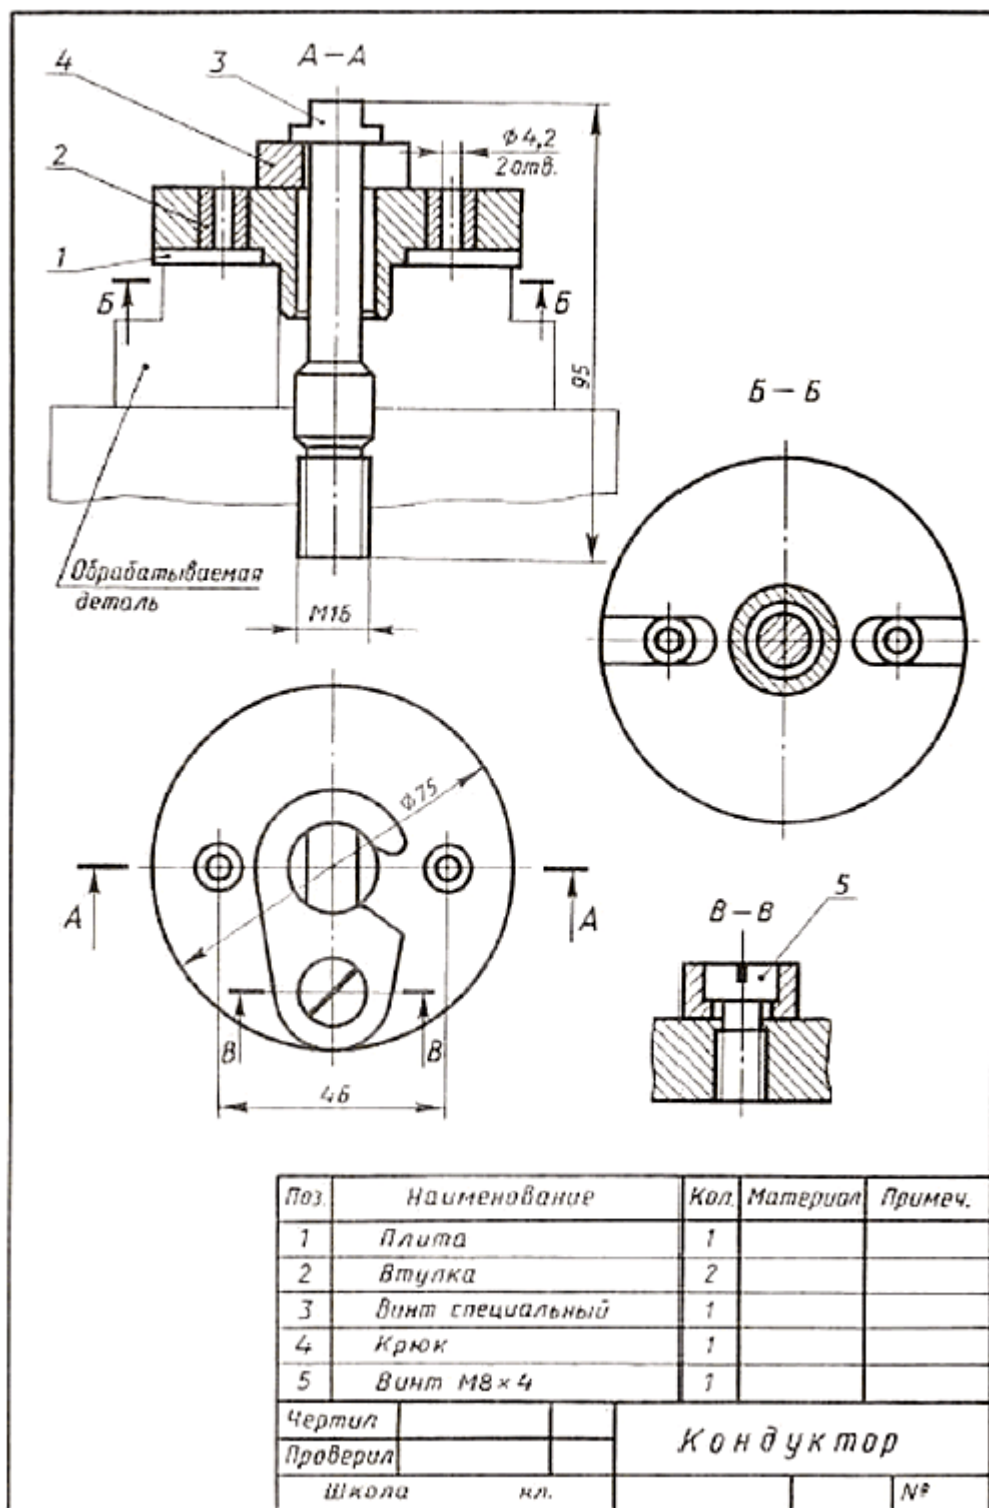

Рис. 5. Чертеж для чтения
5. Кондуктор накладной (рис. 5) применяют при сверлении, в данном случае двух отверстий диаметром 4,2 в обрабатываемой детали. Винт (дет. 3) кондуктора крепят к столу сверлильного станка. После установки обрабатываемой детали на нее накладывают плиту (дет. 1), которая закрепляется крюком (дет. 4). Крюк обеспечивает легкое и быстрое крепление плиты кондуктора. Втулка (дет. 2), запрессованная в плиту, направляет сверло.